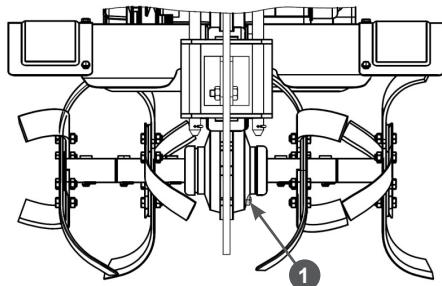

Рис. 24 Расположение пробки для слива масла из картера коробки передач (вид сзади)
4. Открутите пробку для слива масла и спейте отработанное масло в подготовленную для этого емкость. Пробка 1 для слива масла находится в нижней части коробки передач справа по ходу движения мотоблока (Рис. 24).